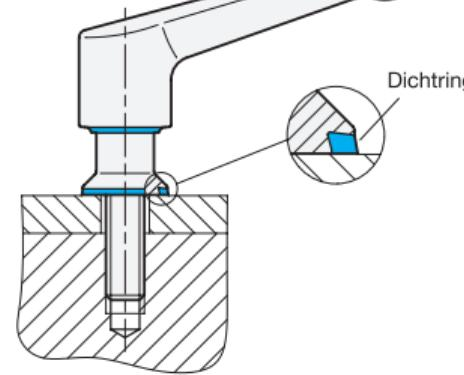

Abb. 1
- Die Gewindestange bzw. Bohrung des Klemmhebels ist in einen geschlossenen Einbauraum zu verbauen. (Abb. 1).
Es ist daher auf die richtige Einbaulage zu achten (Abb. 1).